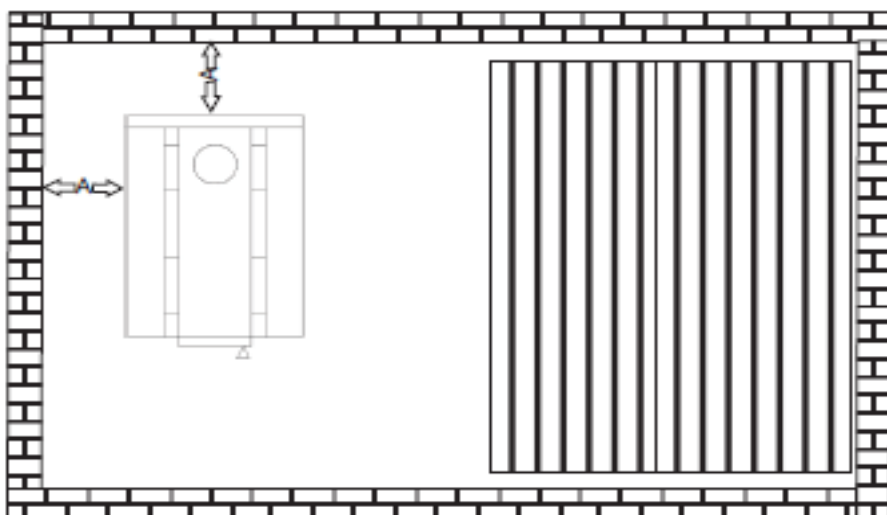

Рис. 1
- при установке печи вблизи бетонных стен минимальное расстояние до ее стенки должно быть не менее 5см для обеспечения надлежащей циркуляции воздуха. (Рис.1)